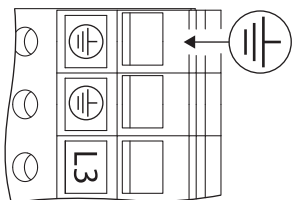

Fig. 23: Dodatkowe uziemienie
- Ze względu na większy prąd upływowy w przypadku silników o mocy powyżej 11 kW, zgodnie z normą EN 50178 wymagane jest dodatkowe wzmocnione uziemienie (Fig. 23).